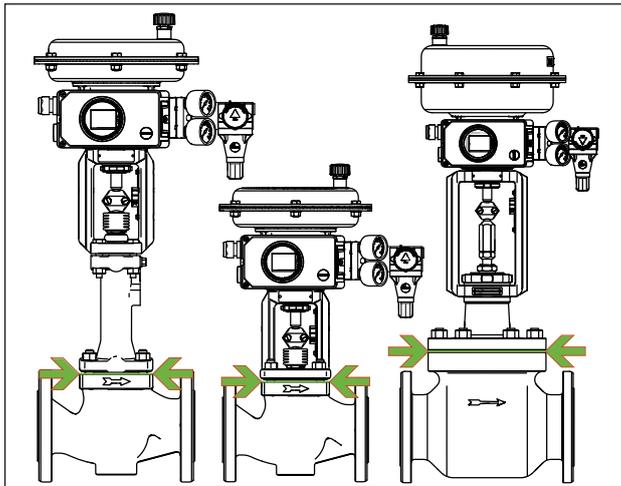

图 13: 控制阀的隔热限值（所示示例）
- ⇒ 仅将控制阀隔热到阀体的阀盖法兰（请参见图 13）。这也适用于带有用于 32 °F (0 °C) 以下或 428 °F (220 °C) 以上介质温度的波纹管密封或延长段的型号。如果延长段被隔热，则其将无法正常工作。